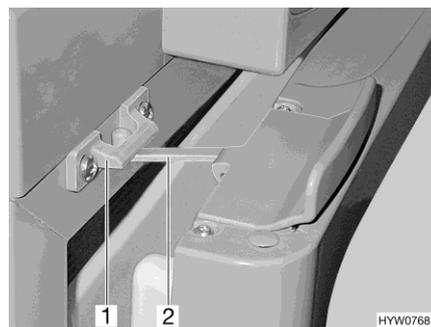

Fig. 130 Porta del frigorifero in posizione di ricircolo d'aria (Thetford)
■ Aprire il bloccaggio (Fig. 130,2) e innestarlo nella sede di bloccaggio (Fig. 130,1). In questo modo la porta del frigorifero rimane ferma in posizione socchiusa.